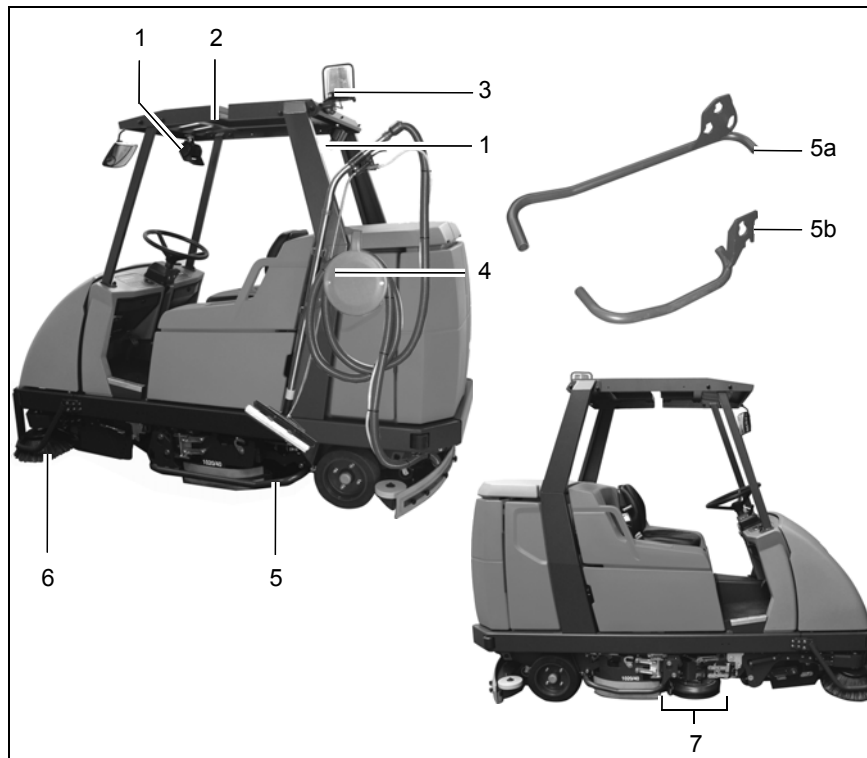

Abb. 16
- **Arbeitsscheinwerfer (Abb. 16/1)** (7584.02)
- **Fahrerschutzdach (Abb. 16/2)** (7582)
- **Rundumkennleuchte (Abb. 16/3)**
- **Sprüh-Saugtool (Abb. 16/4)**
- **Handsaugtool (Abb. 16/4)**
- **Seitlicher Anfahrschutz (Abb. 16/5)**
- **Anfahrschutz Seitenbesen (Abb. 16/6) (nur für 7580.41) (7581.50)**
- **Seitenschrubbagggregat (Abb. 16/7) (7586.02)**